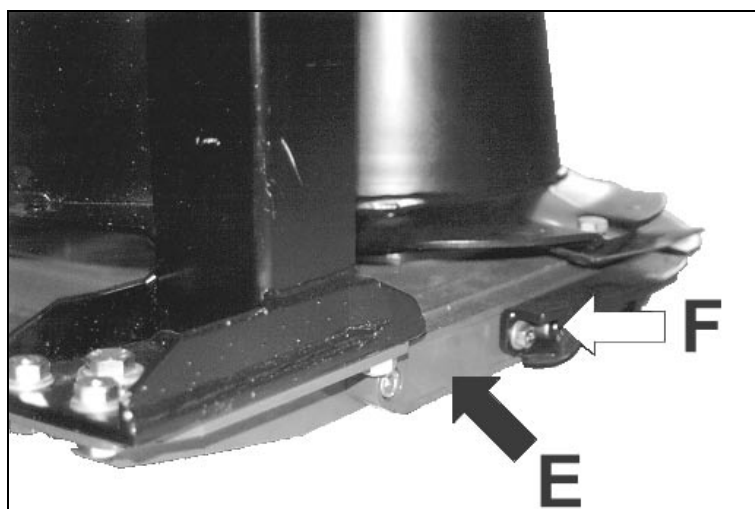

fig.18\
- Sostituire l'olio ogni 200 ore di lavoro rimuovendo la protezione laterale e il coperchio **E** (fig.18).
- Sul coperchio **E** (fig.18) è montato uno sfiato **F**: verificarne periodicamente la funzionalità.
- Change the oil every 200 work hours, removing the lateral protective casing and the lid **E** (fig.18).
- A vent pipe **F** is mounted on the cover **E** (fig.18): check its operation regularly.
- Substituer l'huile toutes les 200 heures de travail en enlevant la protection latérale et le couvercle **E** (fig.18).
- Sur le couvercle **E** (fig.18) il y a un échappement **F**: il faut vérifier son fonctionnement de temps en temps.
- Cambiar el aceite cada 200 horas de trabajo quitando la protección lateral y la tapa **E** (fig.18).
- En la tapa **E** (fig.18) hay un respiradero **F**: comprobar periódicamente su funcionamiento.
- Das Öl alle 200 Betriebsstunden ersetzen; dazu die Seitenabdeckung und den Deckel **E** (Abb.18) abnehmen.
- Auf dem Deckel **E** (Abb.18) ist eine Entlüftung angebracht **F**: diese ist regelmäßig auf ihre Funktion zu überprüfen.